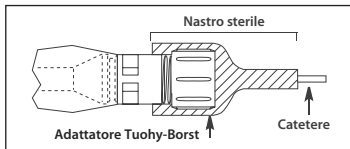

Figura 5
- L'estremità dell'adattatore Tuohy-Borst del sistema di protezione anti-contaminazione per catetere deve essere bloccata con del nastro sterile per inibire lo spostamento del catetere (vedere Figura 5).